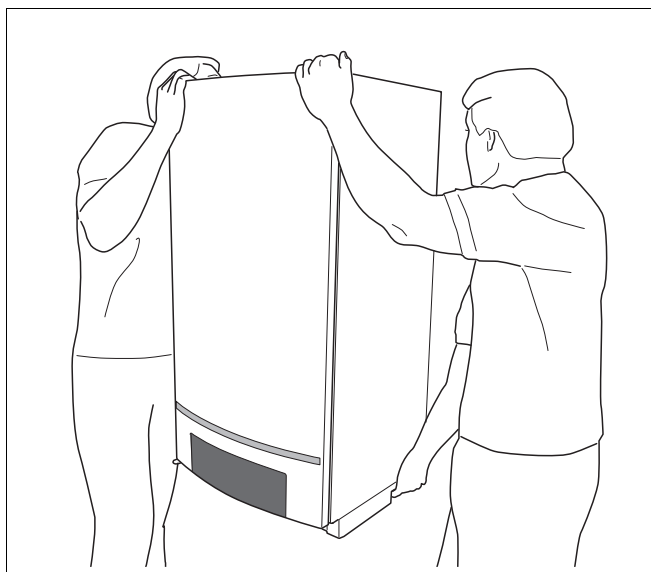

Bild 2 Lyfta och bära värmepannan korrekt
Om du ska lyfta och bära värmepannan kan du fatta den med ena handen på undersidan och den andra handen på framsidan (bild 2).
- Två personer lyfter sedan värmepannan på baksidan och i transportskenan på undersidan och hänger upp den i vägghållaren (bild 2, sidan 11).